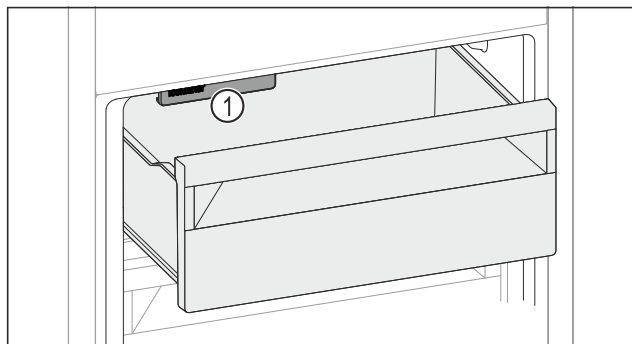

Fig. 235
- Λάβετε υπόψη το IceMaker Fig. 235 (1).